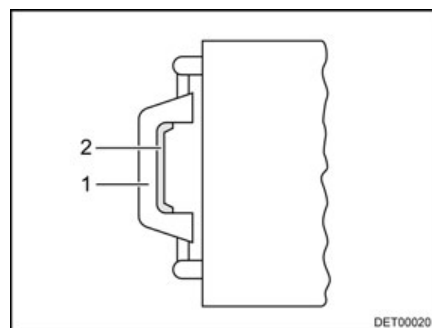

Fig. 63 Lanterneau, poignée
- Appuyer sur le verrou (Fig. 63,2) vers l'intérieur du lanterneau. Pousser le lanterneau simultanément vers le haut par la poignée (Fig. 63,1).
- Tirer fortement le lanterneau vers le bas par les deux poignées (Fig. 63,1) jusqu'à ce que les deux poussoirs s'encliquettent.